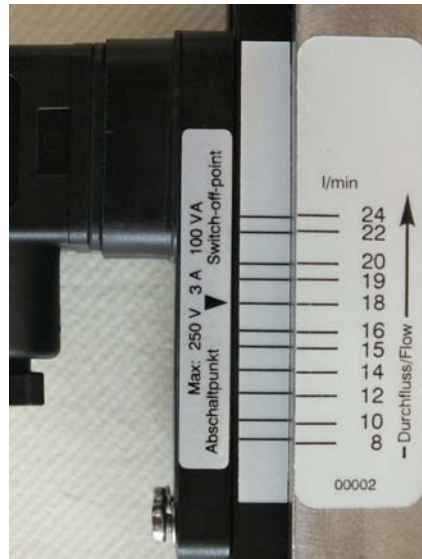

Abb. 32: Schaltwert ablesen (Beispiel-skala)
1. ➤ Darauf achten, dass der Einstell-pfeil, der Skalenstrich des Zusatz-etikettes (Führungsleiste) und der Skalenstrich der Körperskala in einer Flucht liegen (Abb. 32).